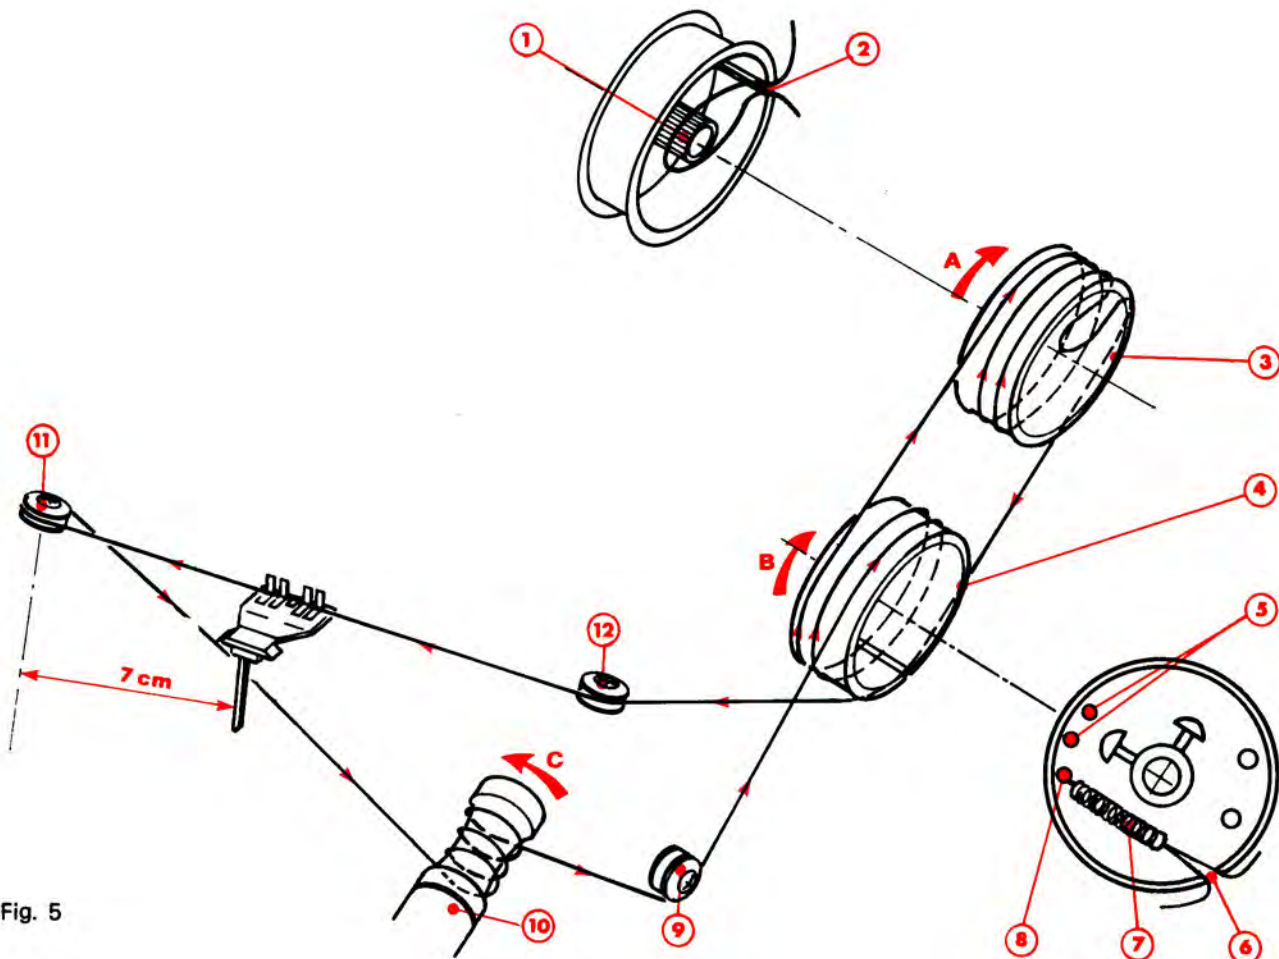

Fig. 5
J. REMPLACEMENT DU CORDONNET D'ENTRAINEMENT DE L'AIGUILLE INDICATRICE (Fig. 5)
- 3° - Fixer les deux brins du cordonnet à une extrémité du ressort (7).
- 4° - Tourner les poulies (3) et (4) dans le sens des flèches A et B jusqu'en butée.
- 5° - Accrocher l'extrémité libre du ressort au trou (8) de la poulie (4).
- 6° - Passer le cordonnet dans l'encoche (6) et avec un brin du cordonnet effectuer 1/2 tour dans le sens de la flèche B sur la poulie (4).
- 7° - Effectuer 2 tours 1/4 dans le sens de la flèche A sur la poulie (3), passer le cordonnet dans l'encoche (2) et effectuer une boucle autour de l'axe (1).
- 8° - Effectuer 1/4 de tour dans le sens de la flèche A sur la poulie (3), passer le cordonnet sur les poulies (4), (12) et (11).
- 9° - Effectuer 3 tours dans le sens de la flèche C sur l'axe (10), et passer le cordonnet sur la poulie (9).
- 10° - Effectuer 1 tour 1/2 dans le sens de la flèche B sur la poulie (4) et passer le cordonnet dans l'encoche (6).